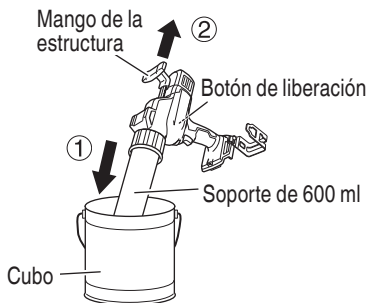

Fig. 23
- (1) Coloque la punta del soporte de 600 ml en el contenedor en el que está el material de sellado. Mientras presiona el botón de liberación para desbloquear, tire del mango de la estructura para succionar el material de sellado. (Fig. 23)